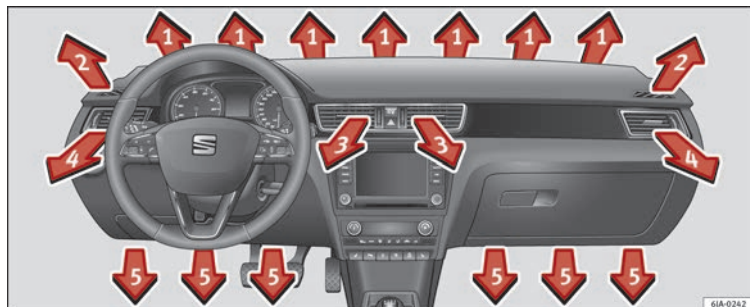

Fig. 167 Diffuseurs d'air.
- Pour modifier la hauteur de circulation de l'air, changez la position de la commande vers le haut ou vers le bas »» fig. 167.
La commande **C** »» fig. 168 permet de régler la sortie d'air des diffuseurs. Il est possible d'ouvrir et de fermer les diffuseurs **3** »» fig. 167 et **4** individuellement.